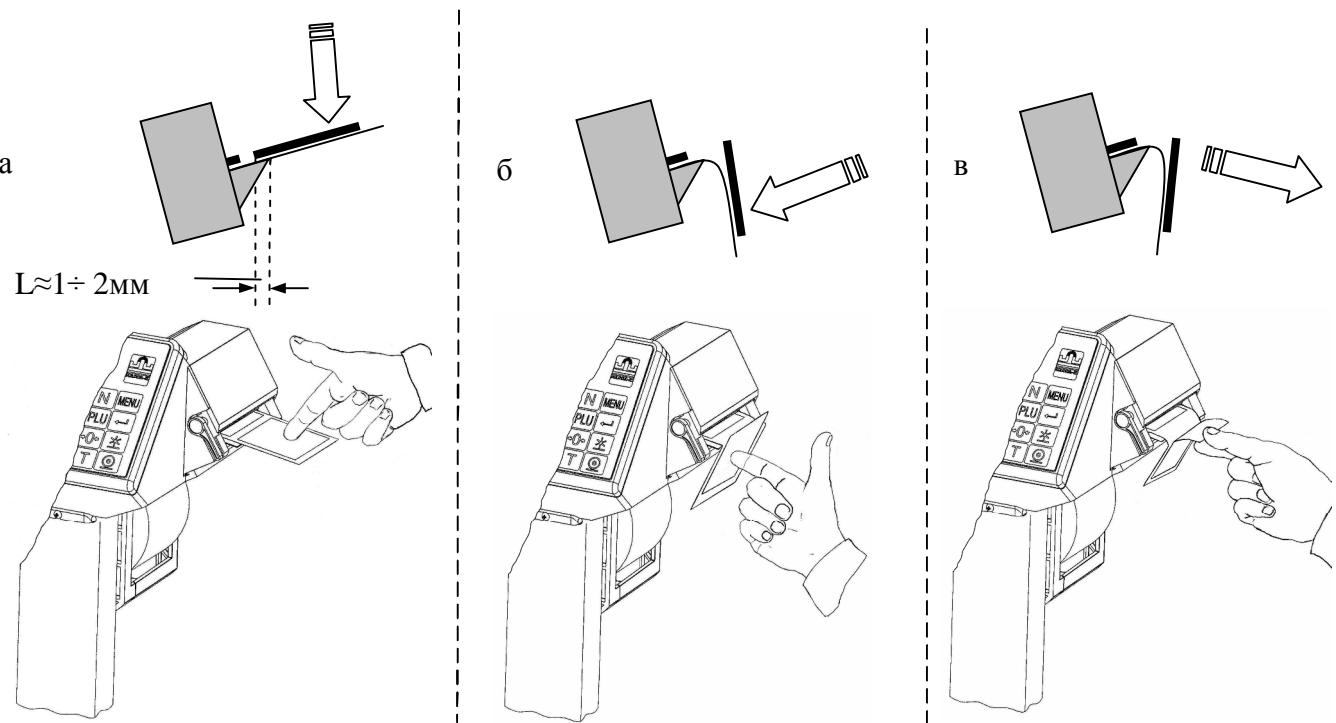

Рисунок 6.7 - Отделение этикетки
- после печати этикетка выйдет из принтера и остановится над отделительной пластиной (рис. 6.7а);
• легким нажатием указательного пальца отклонить этикетку вниз вместе с лентой (рис. 6.7б).
- снять этикетку с ленты, удерживая ее за верхний край большим и указательным пальцами (рис. 6.7в).
3 Если край этикетки не отделяется при нажатии или отделяемый край слишком мал, то необходимо откорректировать место остановки этикетки. Рекомендованное место остановки, когда край этикетки не доходит до конца отделительной пластины на 1÷2 мм (см. рис. 6.7а). Порядок изменения места остановки этикетки описан в разделе 7.1.2.3.
Удобное отделение этикетки обеспечивается, когда расстояние L между концом этикетки и краем отделительной пластины после распечатки составляет 1÷2 мм (см. рис. 6.7а).